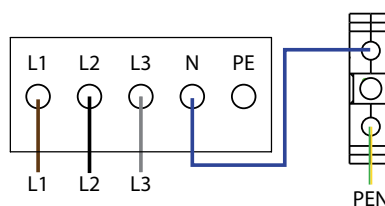

Figura 10: Conexão de 4 condutores
- 3. Ligue os fios de acordo com a identificação nos terminais da placa de circuito impresso (Figura 10 na página 20).